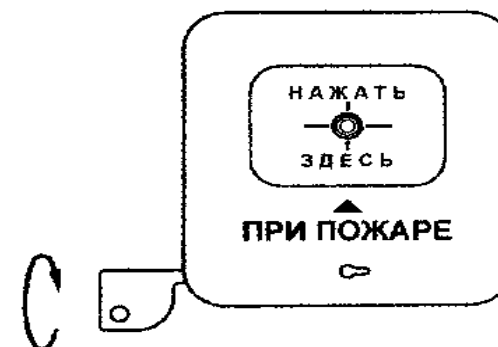

Рис. 2
- поверните ключ левой рукой вниз до упора, как показано на рис. 2, и удерживайте его в таком положении. Этим действием Вы разблокируете защелку, фиксирующую и удерживающую извещатель на его базе (основании).
- схема шлейфа сигнализации при подключении извещателя ИПР513-2 «АГАТ» P2 аналогична схеме, приведенной на рис. 2.